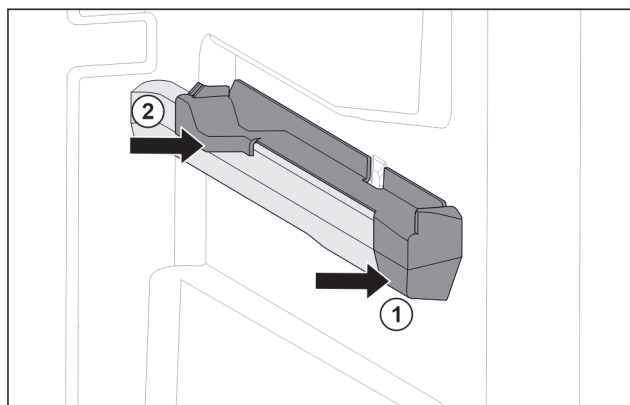

Fig. 32 Násuvný diel na pravom rebre nádoby
- Nasadte násuvný diel vpredu na rebro nádoby. Fig. 32 (1)
- Pritlačte násuvný diel vzadu. Fig. 32 (2)